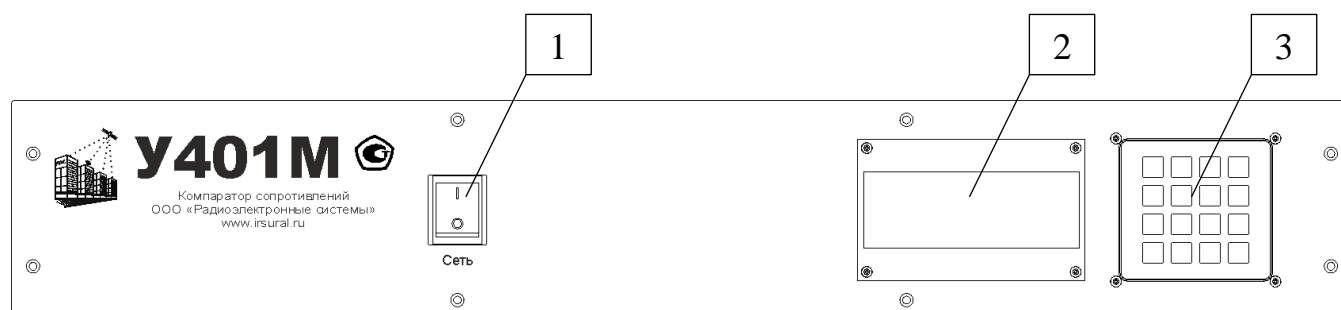

Рисунок 4 – Передняя панель блока управления и индикации
Все органы управления расположены на передней панели блока управления и индикации компаратора (рисунок 4):
2.3.5 Включить компаратор с помощью выключателя (поз. 1, рисунок 4).